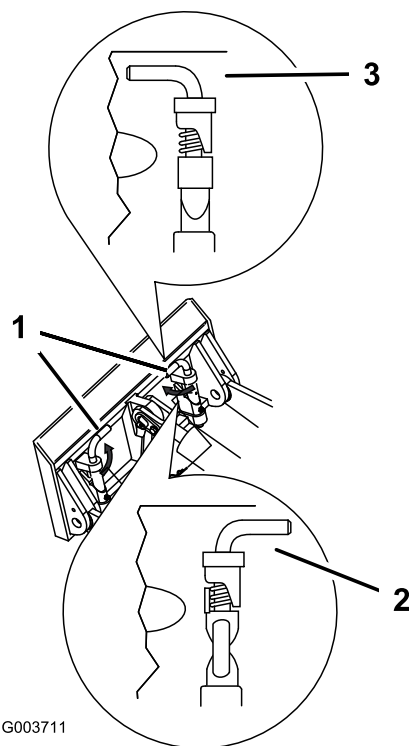

Figure 10
7. Engagez complètement les goupilles à fixation rapide dans la plaque de montage (Figure 10).